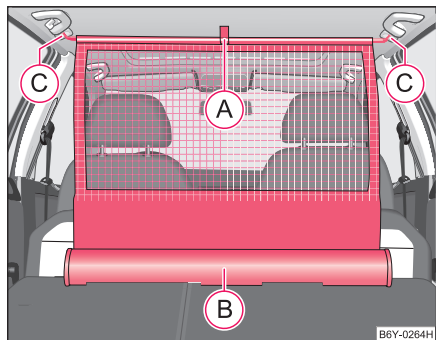

Fig. 59 Desfășurarea peretelui de plasă despărțitor
- Trageți peretele despărțitor de clapa **A** din carcasa **B** ⇒ Fig. 59.